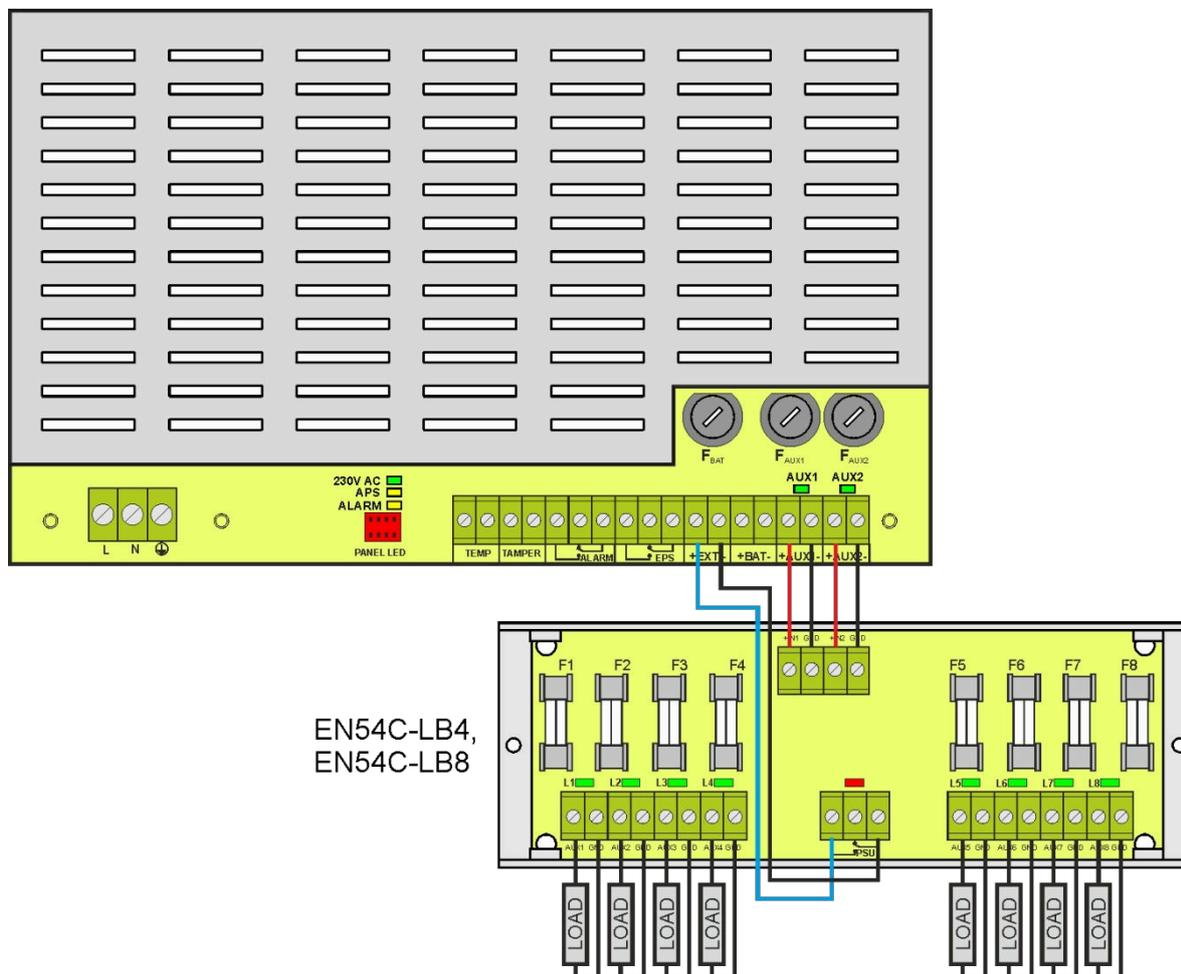

Figura 11. Esempio di collegamento con il modulo fusibili EN54C-LB8.
- commutazione dell'uscita a relè dell'alimentatore in uno stato di assenza di tensione (contatti come nella Figura 11)